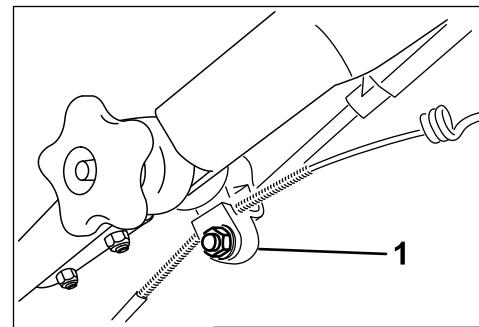

Figura 49
1. Allentate il dado sul serrafilo per cavi (Figura 49).